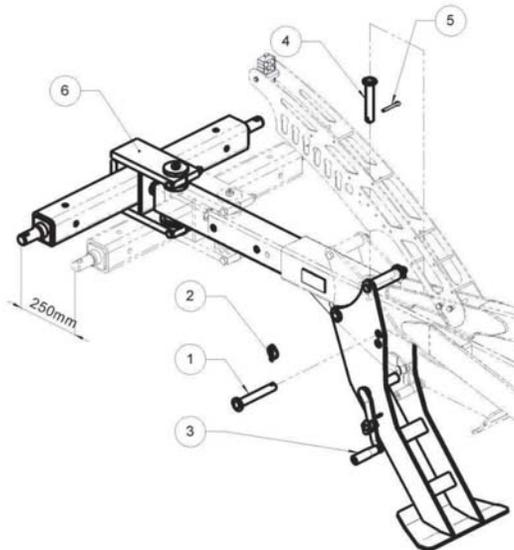

Abb. 7 Abstellfuß und Deichsel
Die Länge der Deichsel des Aggregats Germinator Pro kann so erhöht werden, dass während der Kurvenfahrt genügend Platz für den Traktor sicherzustellen. Bei doppelten Hinterrädern kann eine Verlängerung der Deichsel nötig sein (Abb. 7).
- Den Abstellfuß absenken (Abb. 7):
- » Den Splint (2) und den Bolzen (1) herausziehen.
- » Handgriff (3) fassen und den Abstellfuß absenken.
- » Den Bolzen (1) wieder einlegen und mit Splint (2) sichern.
- » Den Splint (2) und den Bolzen (1) herausziehen
- » Handgriff (3) fassen und den Abstellfuß absenken
- » Den Bolzen (1) wieder einlegen und mit Splint (2) sichern